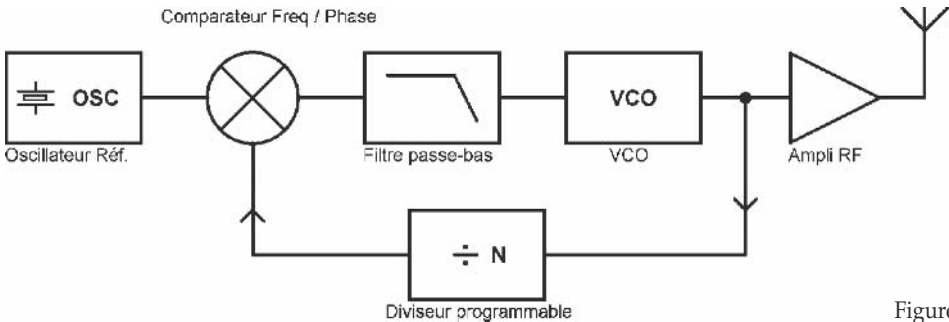

Figure 4.3
**Tentatoo** – Soit, je vais donc vous parler d'un procédé plus raisonnable que le vôtre, et qui surtout pourra être mis en pratique. Regardez donc le synoptique de la **figure 4.3**, et dites-moi ce que vous en comprenez.